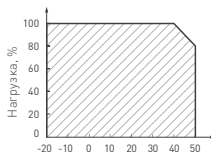

Рис. 2. Максимальная допустимая нагрузка, % от мощности источника
- 4.3. Не нагружайте источник питания более 80 % от его максимальной мощности. Учитывайте, что с повышением температуры окружающей среды максимальная мощность источника питания снижается, см. график зависимости на рис. 2.